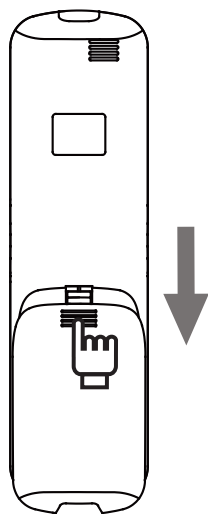

fig. 6
1) Deslice para mover la tapa de la batería en la parte posterior del mando a distancia en la dirección indicada por la flecha (véase “fig. 6”);